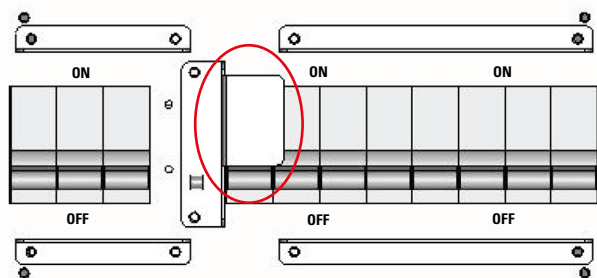

Fig. 57. Blocage mécanique de l'interrupteur de bypass de maintenance de l'onduleur.
10. Remettre le blocage mécanique de l'interrupteur de bypass manuel de l'onduleur (uniquement pour les appareils au format tour) : visser le cache métallique avec les vis fournies (voir Fig. 57).